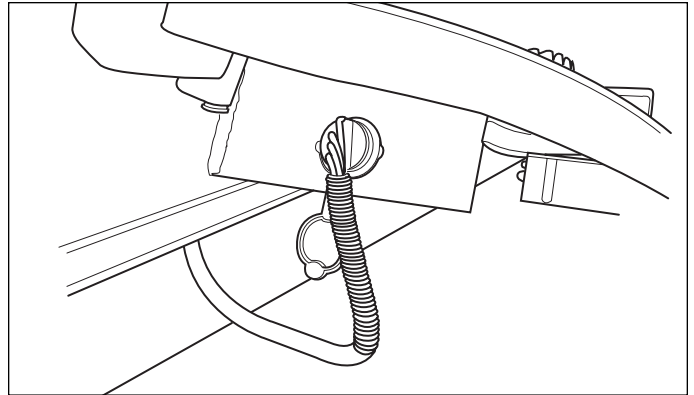

Figure 8. Branchement électrique de la tondeuse
14. Débrancher la connexion électrique sur le tracteur et capuchonner la prise électrique sur le tracteur. Voir la figure 8.
2. Brancher le câble d'alimentation électrique (figure 8).